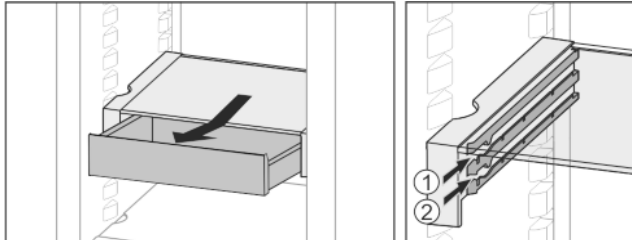

Fig. 24
- ▶ Вставити на будь-якій висоті Fig. 24 (1) або Fig. 24 (2).